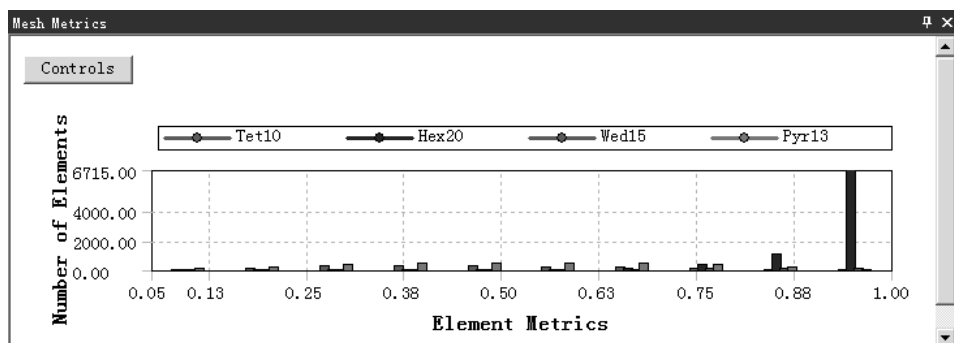

图 5.4.23 检查结果统计图表 (八)
- ◆ Orthogonal Quality（正交品质）。这是网格质量检查的主要方法之一，其值位于 0 和 1 之间，0 最差，1 最好。选择此选项后，在信息栏中打开图 5.4.23 所示的检查结果统计图表（八）。